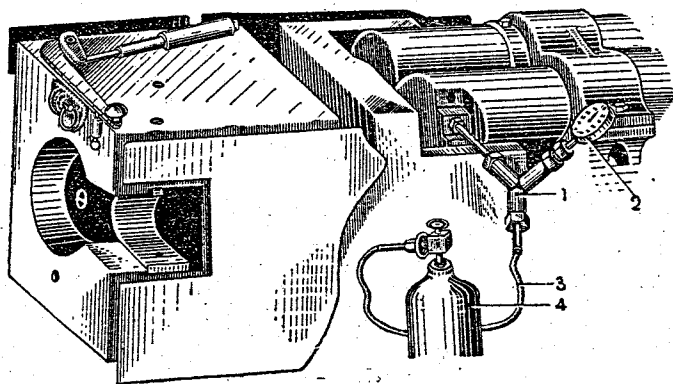

Рис. 62. Добавление воздуха в накатник:
7. Присоединить при помощи штуцера шланг (рис. 62) к баллону 4 со сжатым воздухом и осторожно отвинтить кран баллона.